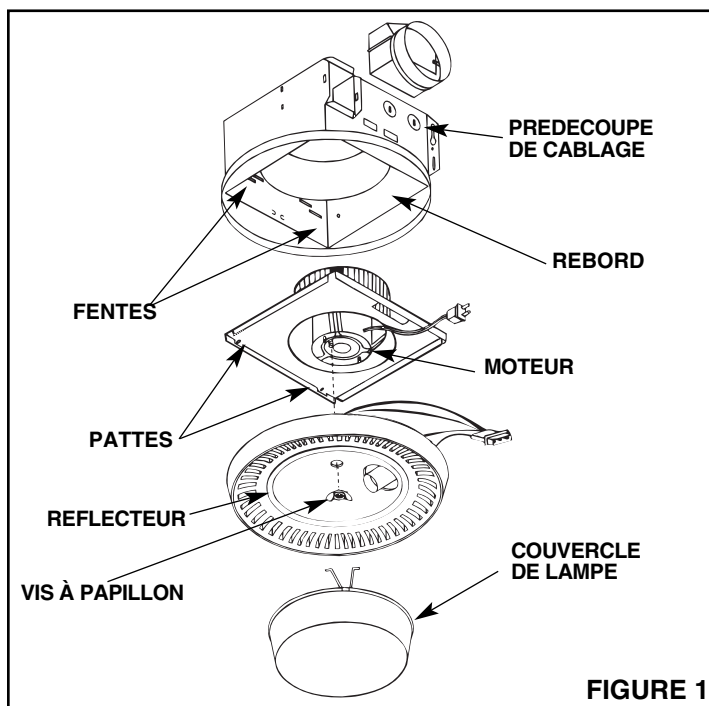

FIGURE 1
1. Voir Figure 1. Placer le bloc-moteur dans le boîtier de sorte que les pattes de la plaque de montage s'insèrent dans les fentes du boîtier.